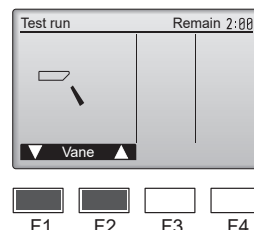

Fig. 7-6
(1) Compruebe la paleta automática con los botones [F1] [F2]. (Fig. 7-6)
(2) Pulse el botón [RETURN] para volver a "Test run" (Modo prueba).
(3) Pulse el botón [ON/OFF].